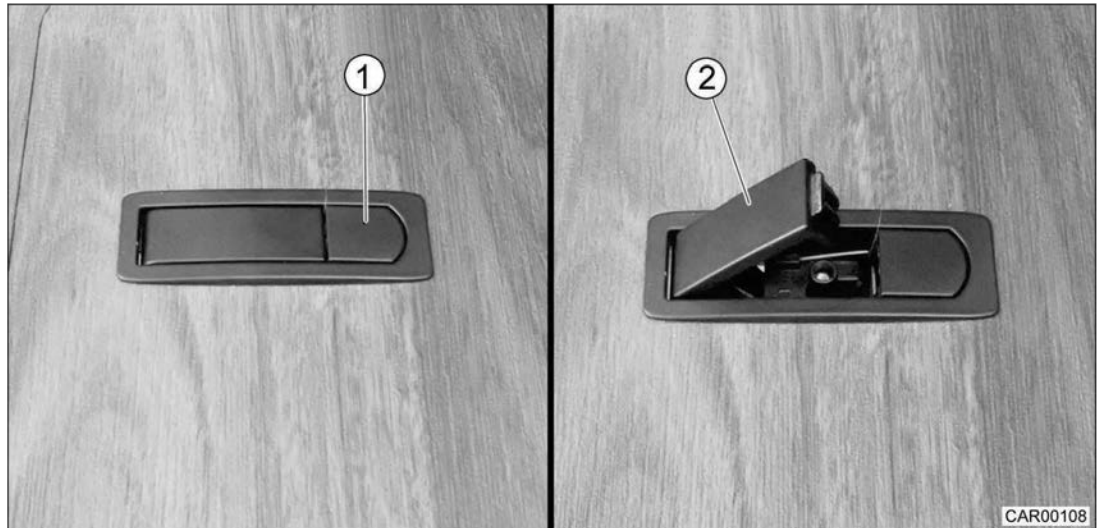

Fig. 104 Fermeture à levier du rangement profondément décaissé
1. Appuyer sur le bouton de déverrouillage (Fig. 104/1). Le levier à poignée (Fig. 104/2) s'ouvre.
1. Fermer la trappe et enfoncer le levier à poignée (Fig. 104/2) avec la main ou le pied jusqu'à ce qu'il encliquette.